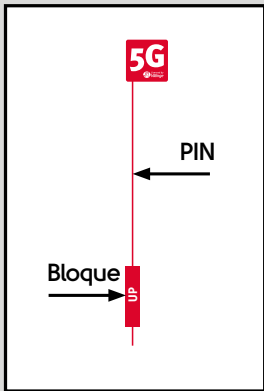

Fig. 1
1. Cuando un tablón está fijado en su sitio, no es posible levantarlo a mano. En estos casos puede utilizar el PIN de desmontaje de tablones espigados 5G® junto con el bloque guía para desmontar los tablones (Fig. 1).